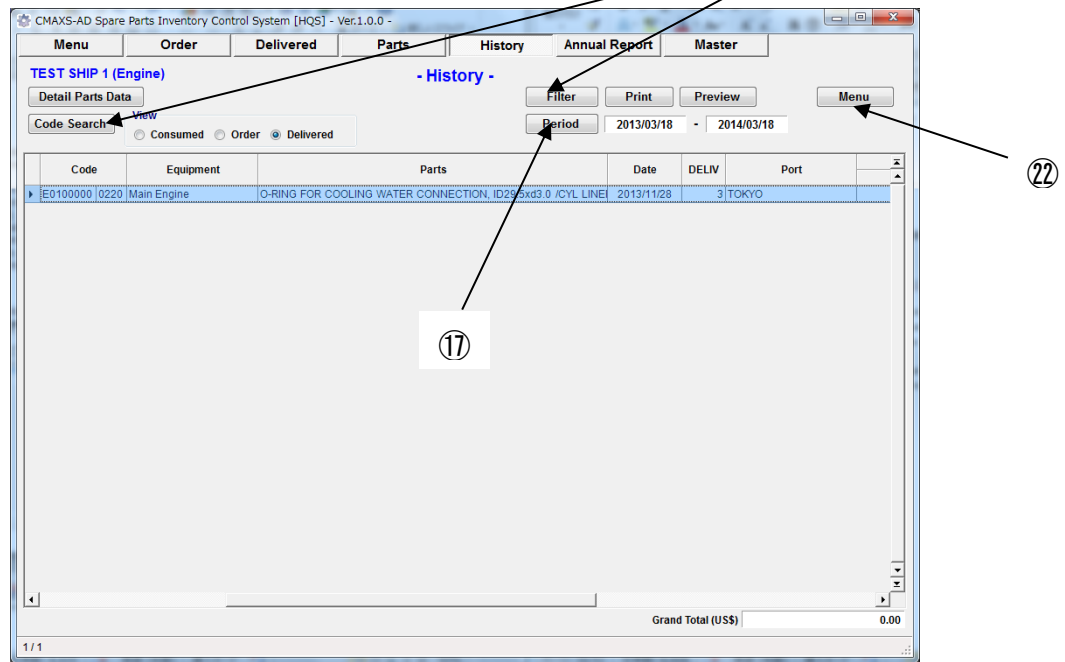

図 10-6 History [Delivered Parts] 画面
(16) “History (Delivered Parts) 画面”(図 10-6) が表示されます。